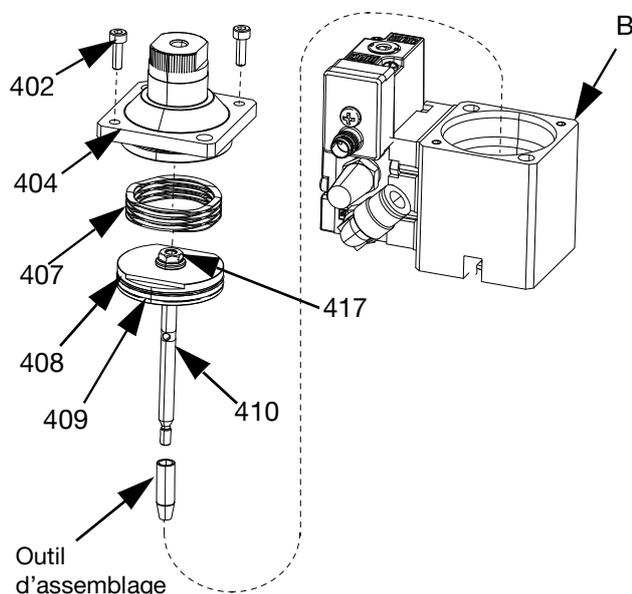

FIG. 22
3. Pour assembler la section d'air (B) sur les vannes avec des ensembles de siège à bille ou à joint d'extrémité :
- a. Remplacez le joint torique du piston (408) s'il est rayé, coupé ou usé. Voir FIG. 22.
- b. Appliquez l'outil d'assemblage à la pointe de la tige de piston (410), puis insérez-la dans la section d'air (B). Voir FIG. 22.
- d. Placez le ressort (407) sur le haut du piston (409). Voir FIG. 22. Remplacez le capuchon du cylindre pneumatique (404) et insérez les vis (402). Appuyez sur le capuchon du cylindre pneumatique (404) pour comprimer le ressort (407). Serrez au couple de 0,90-1,12 N•m.